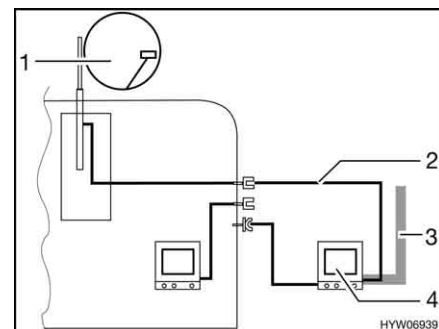

Fig. 122 TV en el área bajo el toldo
- TV en el área bajo el toldo (Fig. 122,4): Conexión a la antena del techo (Fig. 122,1) con el cable de conexión (Fig. 122,2)
- TV en el área bajo el toldo (Fig. 122,4): Conexión a antena externa (Fig. 122,3)